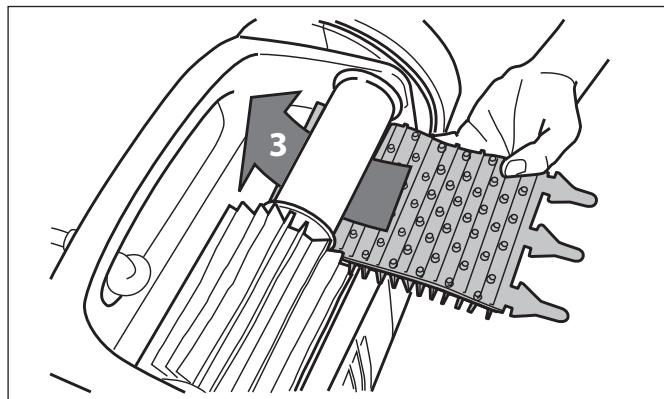

Figura 30. Instale el cepillo nuevo
3. Para instalar un cepillo nuevo, coloque el cepillo nuevo en el rodillo con las hojas de limpieza mirando en sentido opuesto al rodillo (Figura 30).